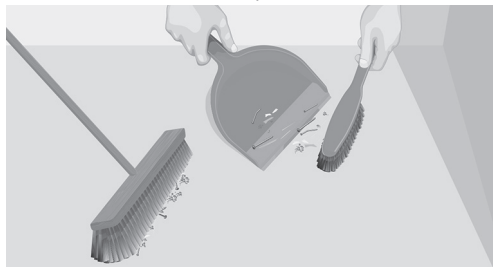

Bild 3. Rengöring av golv före montering
5. Gör rent golvkonstruktionen (Bild 3). Kontrollera att alla utskjutande spikar, skruvar och liknande föremål är borttagna. Rengör golvet och ta bort allt löst skräp, damm och smuts.